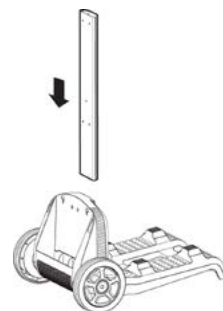

Figura 9
1. Deslice el soporte del mango dentro de la muesca del chasis del carrito y presiónelo con firmeza hacia abajo en su asiento ubicado en el chasis. Ver **Figura 9**.